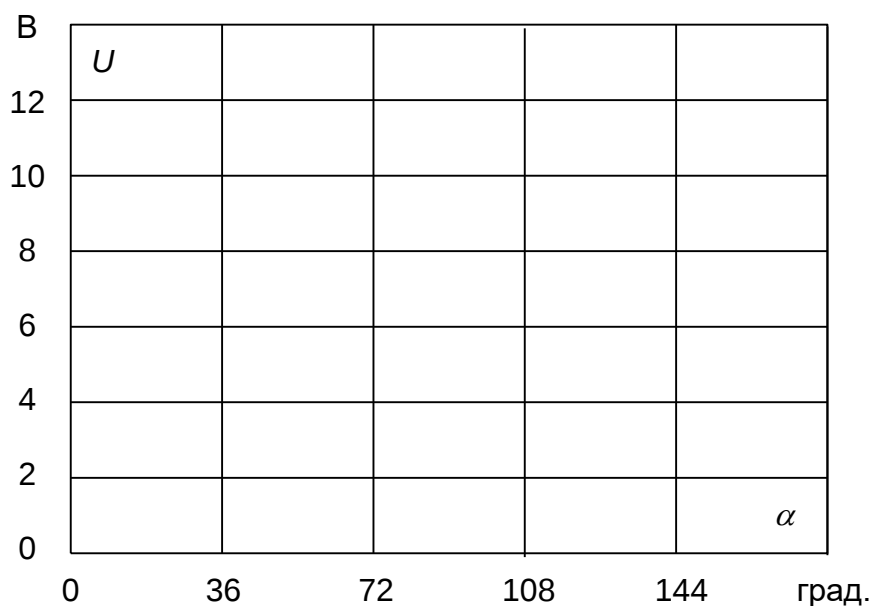

Рис. 6.15
- Устанавливая различные углы задержки α , указанные в табл. 6.2, снимите регулировочную характеристику однополупериодного выпрямителя $U_{\text{ср}}(\alpha)$. Постройте график этой характеристики на рис. 6.15.
- Убедитесь, что цепь исправна, регулируя угол задержки включения тиристора и наблюдая за изменением формы и величины выходного напряжения. Снимите зависимость $U_{\text{ср}}(\alpha)$. $U_{\text{ср}}$ можно измерять как мультиметром в режиме измерения постоянного напряжения, так и осциллографом (пункты меню Util→Measurement→Voltage→Mean). Результаты представьте также в табл. 6.2 и на рис. 6.15